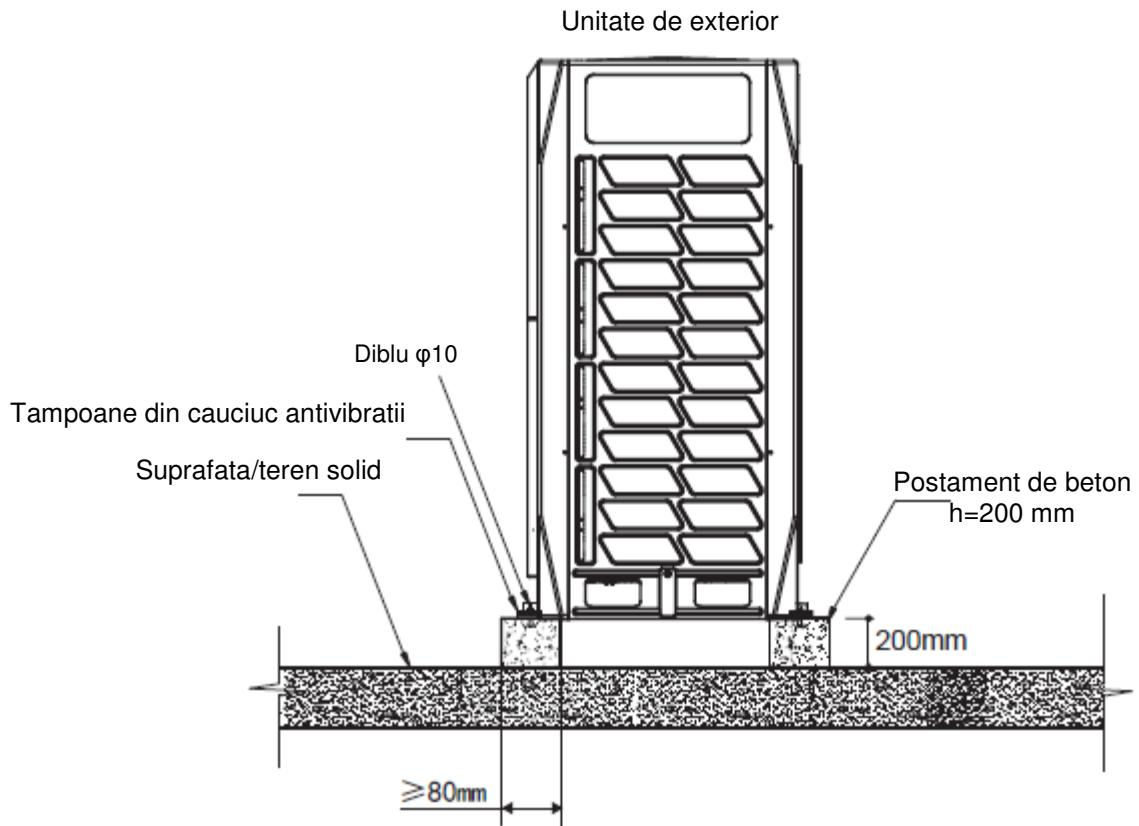

Figura 4-11
- Un model tipic de postament de beton este prezentat în figura 4-11. O specificație tipică de beton este 1 parte de ciment, 2 parti de nisip și 4 parti de piatra sparta cu bara de armare din otel $\Phi 10\text{mm}$. Marginile postamentului trebuie să fie sanfrenate.